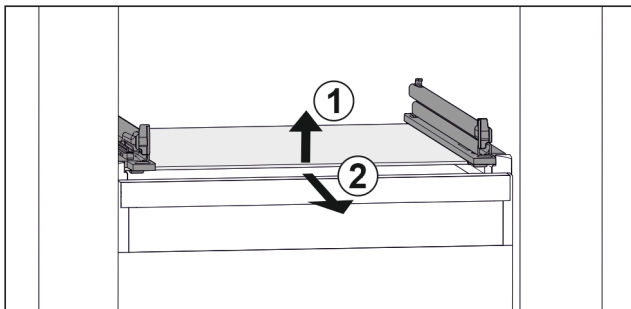

Fig. 155 Beispielhafte Darstellung der Glasplatte
- ▶ Glasplatte vorne anheben. Fig. 155 (1)
- ▶ Glasplatte nach vorne entnehmen. Fig. 155 (2)